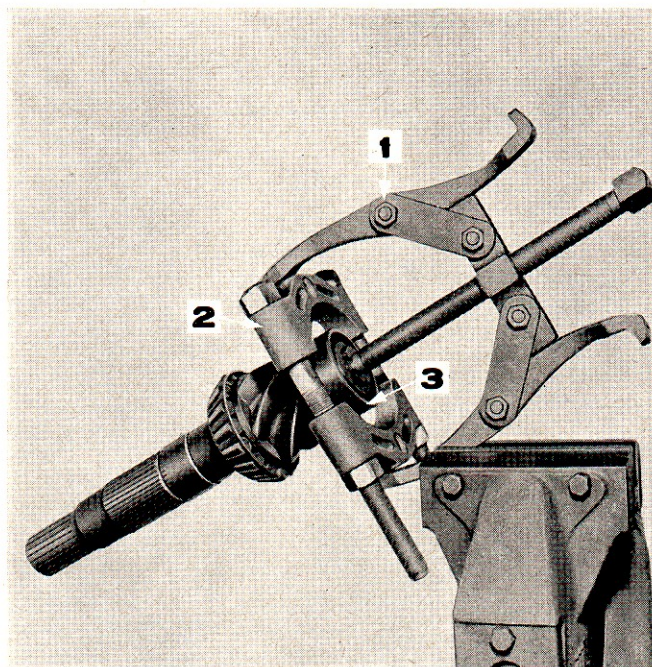

Figure 66: Extraction du roulement guide de pignon d'attaque
7. Extraire le frein monté sur l'extrémité arrière du pignon, puis, au moyen des outils No 1002 et 951, arracher le roulement guide du pignon (Figure 66).